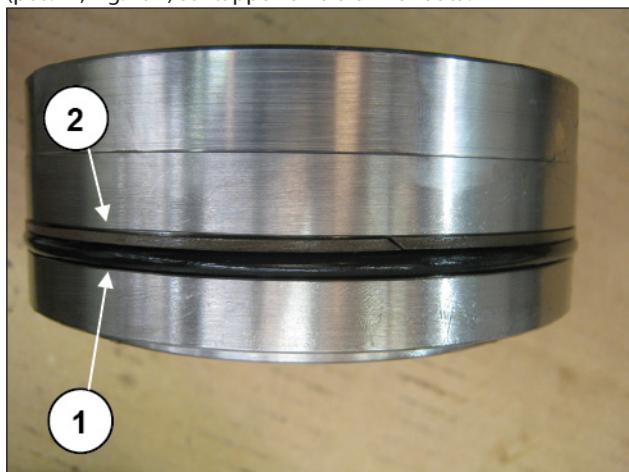

Fig. 194
Montare O-ring (pos. ①, Fig. 194) e anello antiestrusione (pos. ②, Fig. 194) sul tappo valvola di mandata.